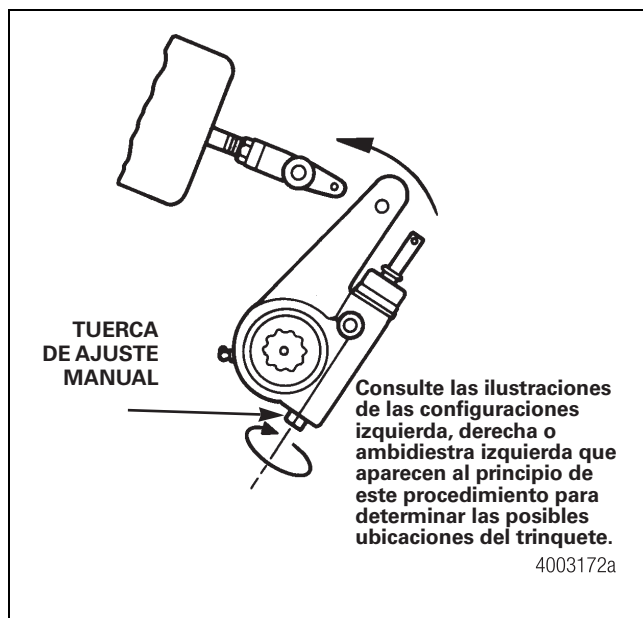

Figura 5.2
3. Gire la tuerca de ajuste manual del ajustador de freno hacia la DERECHA para alinear los orificios del ajustador de freno con los orificios de la horquilla del vástago. Figura 5.2.